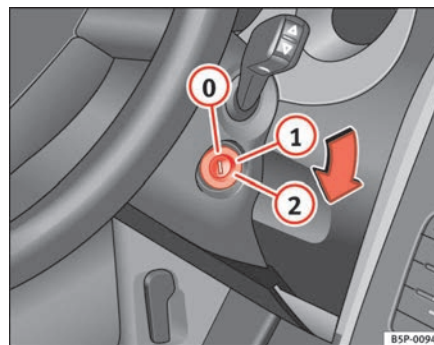

Abb. 96 Stellungen des Zündschlüssels
In dieser Stellung ⇒ Abb. 96 sind die Zündung und der Motor ausgeschaltet und die Lenkung kann gesperrt werden.
- Drehen Sie den Zündschlüssel in Stellung ⇒ Seite 135, Abb. 96 **①**. Beim Vorglühen des Motors leuchtet die Kontrollleuchte  auf.
- Wenn die Kontrollleuchte nicht (mehr) leuchtet, drehen Sie den Zündschlüssel in Stellung **②** zum Anlassen des Motors – geben Sie kein Gas.
- Drehen Sie den Zündschlüssel in Stellung ⇒ Seite 135, Abb. 96 .